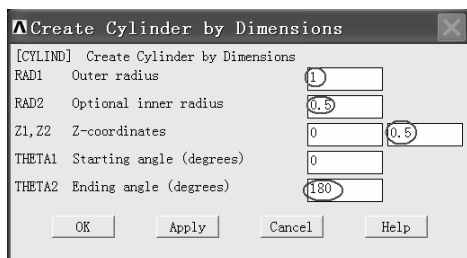
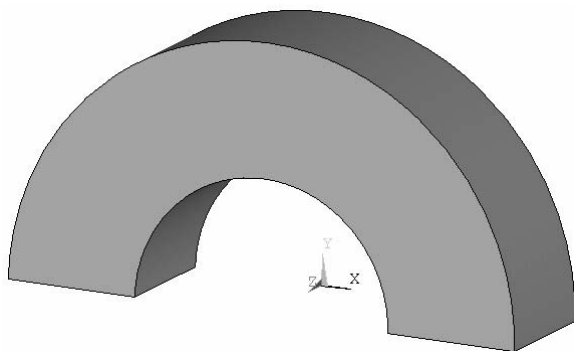

图 3-144 “Create Cylinder by Dimensions”窗口
图 3-145 半个圆环
- (1) 打开 ANSYS LS-DYNA 操作界面。
- (2) 依次选择 Utility Menu>PlotCtrls>Style>Colors>Reverse Video, 将背景变为白色。
- (3) 依次选择 Main Menu>Preprocessor>Element Type>Add/Edit/Delete, 弹出“Element Types”窗口。单击该窗口上的“Add”按钮, 弹出“Library of Element Types”窗口。单击选中“Library of Element Types”窗口中右方框内的“3D Solid 164”, 然后单击“OK”按钮返回到“Element Types”窗口, 最后单击“Element Types”窗口中的“Close”按钮。
- (4) 依次选择 Main Menu>Preprocessor>Modeling>Create>Volumes>Cylinder>By Dimensions, 弹出“Create Cylinder by Dimensions”窗口(见图 3-144)。如图 3-144 所示, 在相应方框内输入数据, 然后单击“OK”按钮, 生成半个圆环, 单击视图工具条上的“Isometric View”按钮, 生成轴测图, 见图 3-145 按钮。